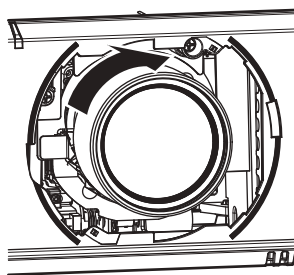

Рис. 2
- 2) Поверните проекционный объектив по часовой стрелке до щелчка. (Рис. 2)